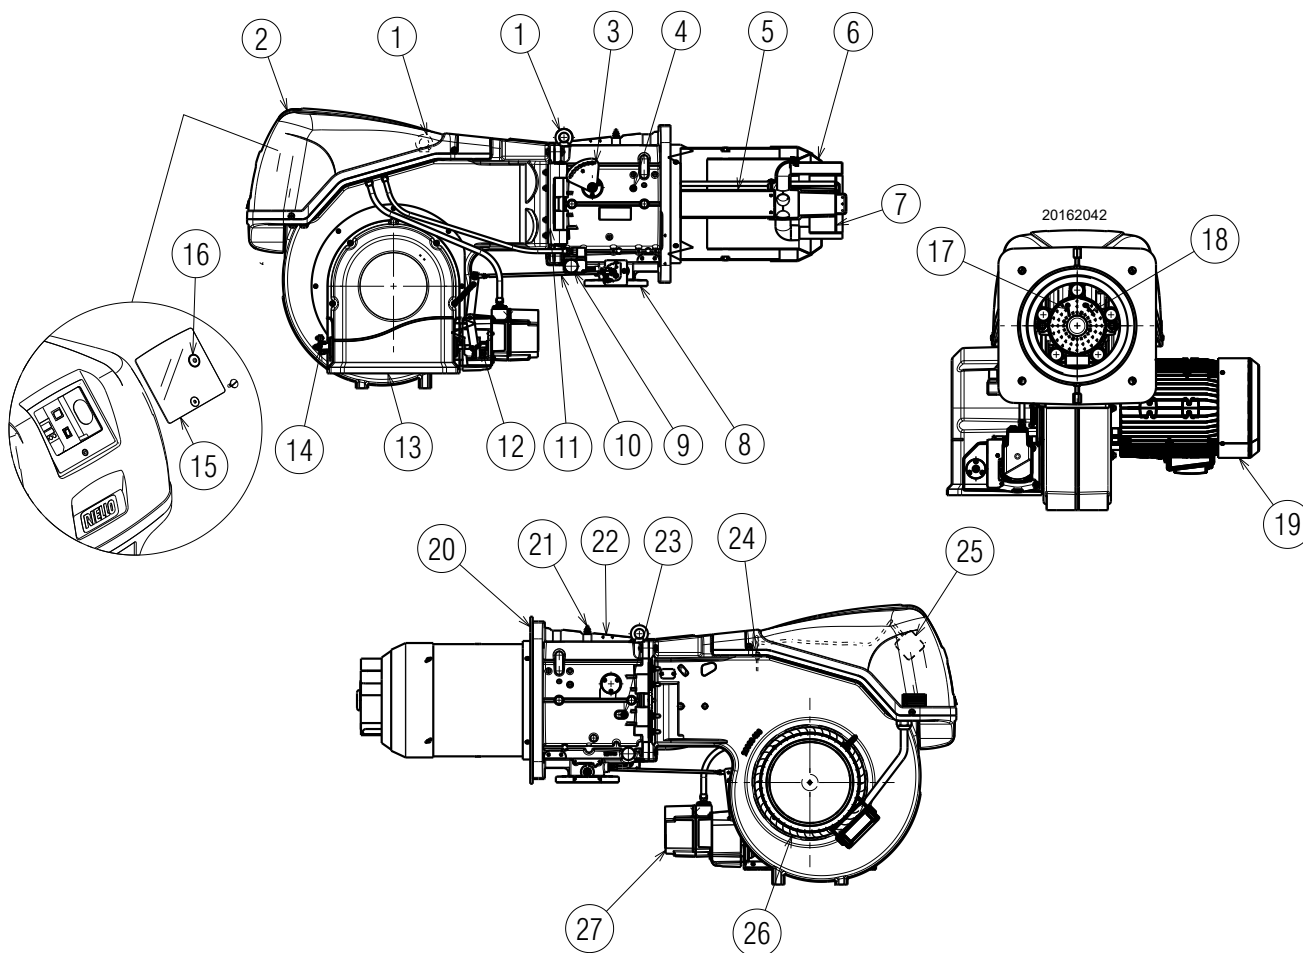

Abb. 4
- (1) Bezugsbedingungen: Raumtemperatur 20 °C - Gastemperatur 15 °C - Barometrischer Druck 1013 mbar - Höhe 0 m ü.d.M.
(2) Druck am Anschluss 21)(Abb. 4) bei Druck Null in Brennkammer und bei maximaler Brennerleistung.
(3) Schalldruck, im Verbrennungslabor des Herstellers bei laufendem Brenner am Prüfkessel, bei maximaler Leistung gemessen.